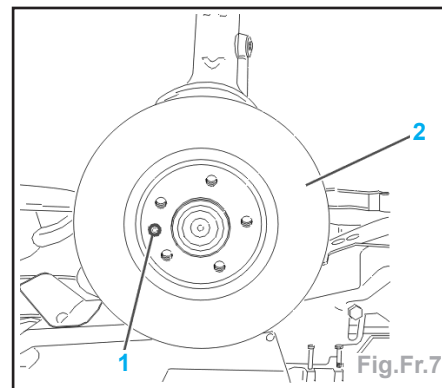

Fig.Fr.7
- Déposer la vis (1) (Fig.Fr.7).
- Déposer le disque (2).